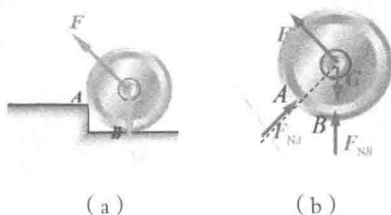

图 1-11
例 1-1 碾子重为 G , 拉力为 F , A 、 B 处光滑接触, 如图 1-11 (a), 画出碾子的受力图。
解: (1) 取碾子为研究对象, 画出其分离体图 1-11 (b)。
(2) 分析并画出主动力, 重力 G 和拉力 F 。
(3) 分析并画出约束力 F_{NA} 和 F_{NB} 。